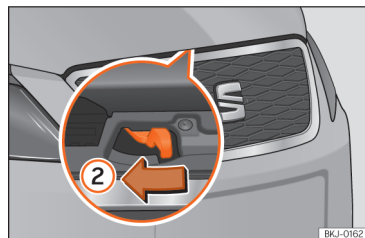

Fig. 171 Alavanca sob o capô.
• Para levantar o capô, pressione para a esquerda com a palma da mão para baixo a alavanca situada sob o capô, no centro »» Fig. 171 ②. Os ganchos de fixação ficam desbloqueados.